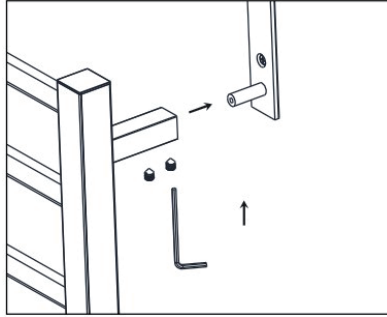

Figura 6
1. Allentare le viti a testa cilindrica sui due lati della parte riscaldante, come illustrato nella figura 6.